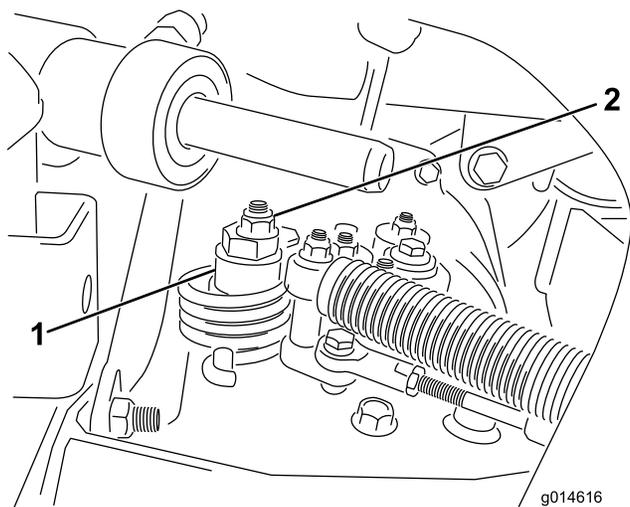

図 46
- A. 偏芯ナットをไฮドロスタット上部に止めているナットをゆるめる 図 46。
- C. どちらにも車輪が回らないように偏芯ナットを回して調整する。調整ができたなら固定ナットを締める 図 46。スロットルSLOWおよびFAST位置で調整が正しいことを確認する。